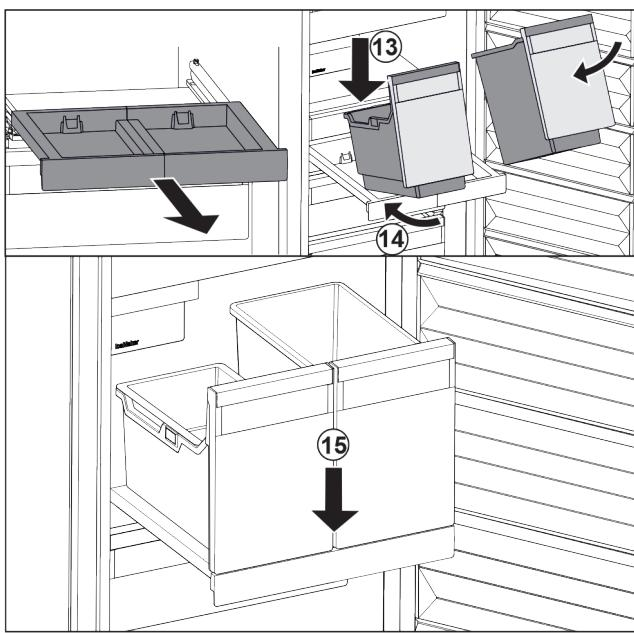

Fig. 129
- ▶ Наклоняя вниз, установите контейнеры на выдвижную панель. *Fig. 129 (13)*
- ▶ Вставьте контейнеры, наклоняя вниз, назад. *Fig. 129 (14)*
- ▶ Снимите контейнеры спереди. *Fig. 129 (15)*